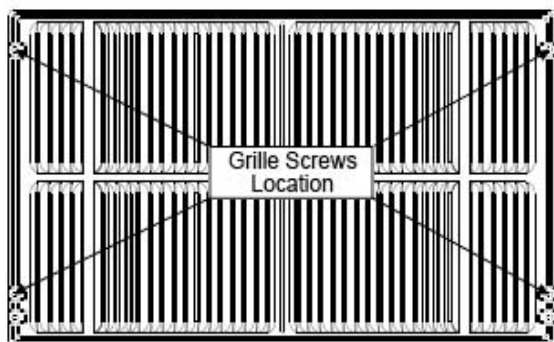

Fig. 2
4. Si la unidad no ha sido pre-perforados (algunos modelos), perfore cuidadosamente "agujeros a través de la rejilla y en la brida lateral de la unidad de aproximadamente 1 1/2" 4-1/8 a 2" de la parte superior e inferior como en la figura . 2, 3.